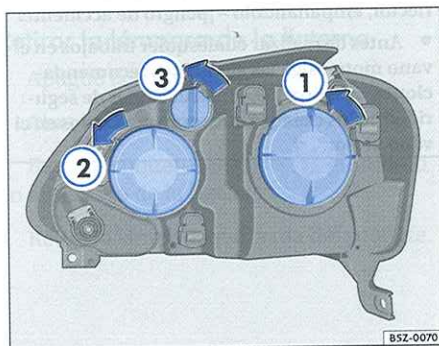

Fig. 151 Vista general de las lámparas
- Gire la tapa de protección ⇒ página 202, fig. 151 ① en el sentido antihorario para removerla.